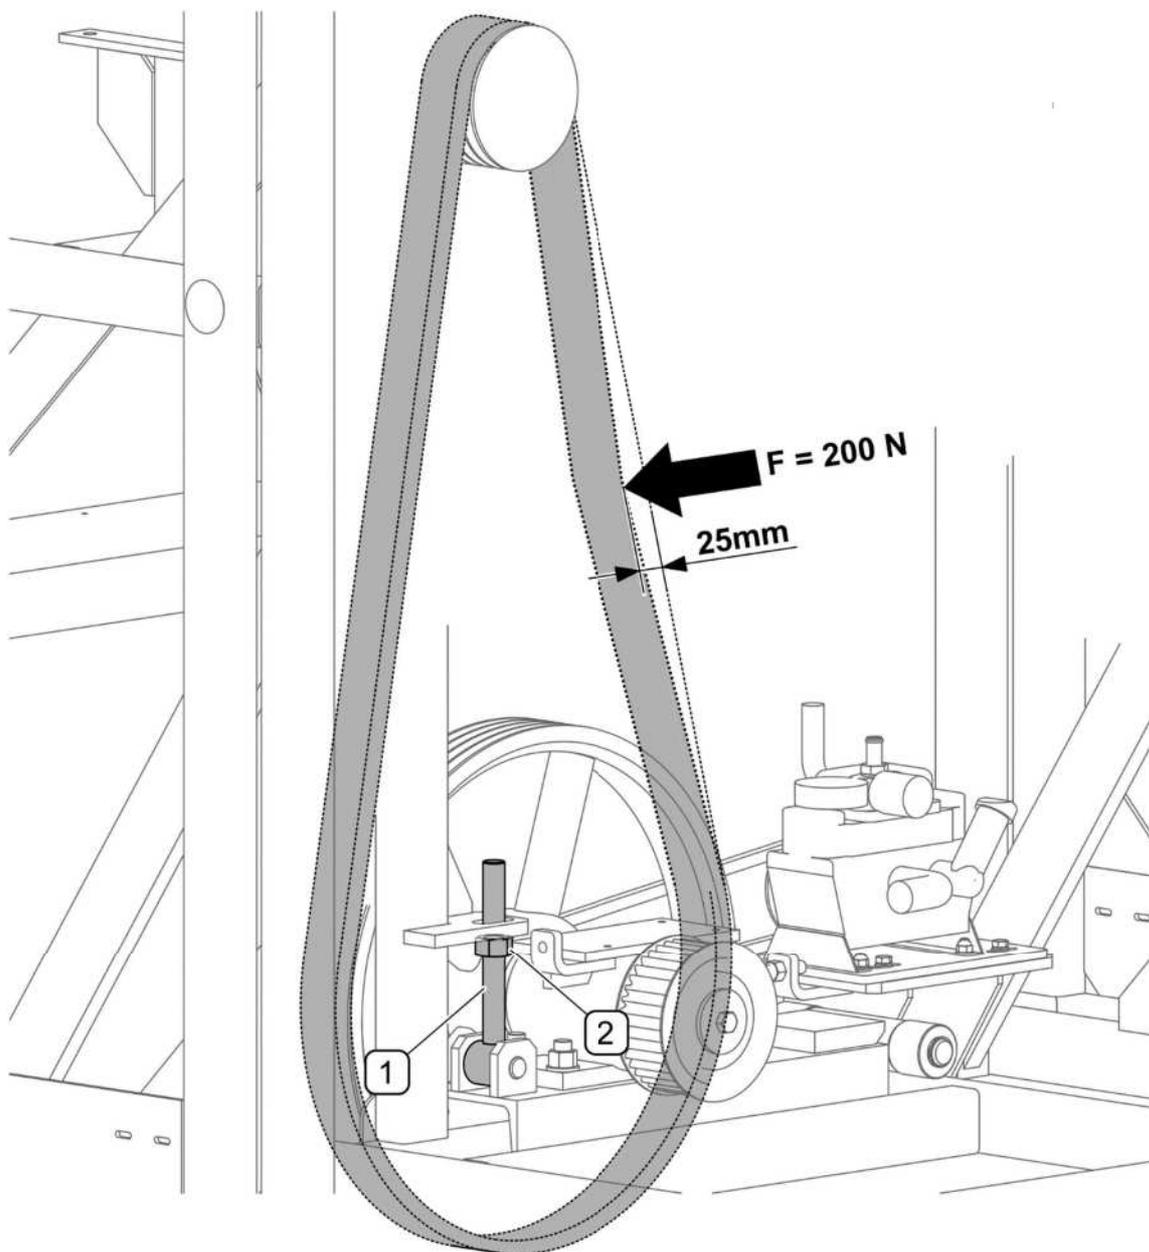

FIGURE 5.15 Le réglage de la tension de la courroie de l'entraînement du ventilateur
La tension de la courroie accouplée de l'entraînement du ventilateur (FIGURE 5.15) se mesure par sa flexion en milieu de la longueur entre l'axe de rotation de la poulie de l'entraînement et l'axe de rotation de la poulie du ventilateur. Sous l'action de la force $F=200\text{ N}$ cette flèche doit être de 25 mm.
Le réglage de la tension des courroies de l'entraînement du ventilateur (FIGURE 5.15) se fait à l'aide de l'écrou (2) du tendeur (1).